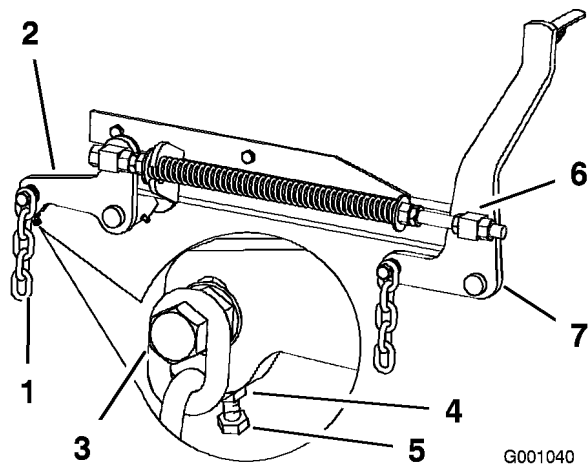

Figure 68
7. Si la distance mesurée au point **B** ou **C** n'est pas correcte, desserrez le boulon de fixation de la chaîne arrière au bras de support arrière (Figure 68).
8. Desserrez l'écrou de blocage sous le bras de support arrière et agissez sur le boulon de réglage de manière à obtenir une distance de 79 à 83 mm (3-1/8 à 3-1/4 po) (Figure 68).
7. Desserrez d'environ 13 mm (1/2 po) les écrous de blocage à l'avant des pivots avant gauche et droit (Figure 68).
8. Réglez les écrous de relevage sur les côtés gauche et droit de la machine de manière à abaisser l'avant de **6 à 10 mm (1/4 à 3/8 po) au point A par rapport au point B** à l'arrière (Figure 68).